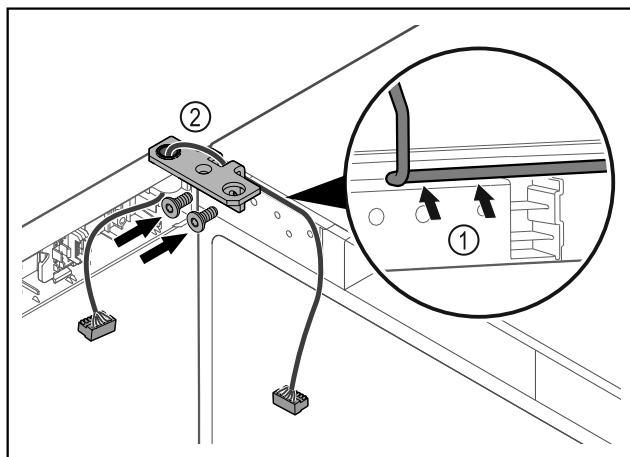

Fig. 38
- ▶ Introdurre il cavo nel foro della cerniera angolare e posarlo con cautela Fig. 38 (1).
- ▶ Avvitare la cerniera angolare Fig. 38 (2).